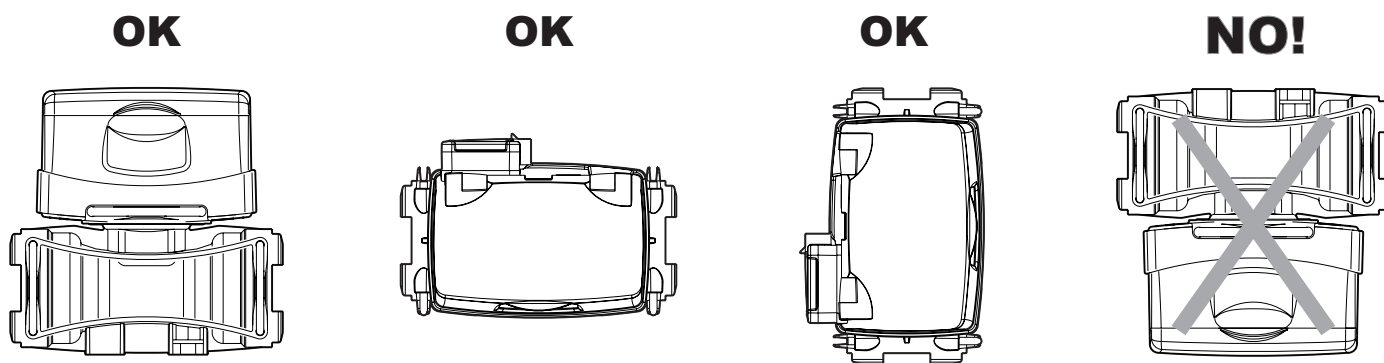

Fig. 1
- Ne montez pas le débitmètre avec l'afficheur tourné vers le bas (Fig. 1).